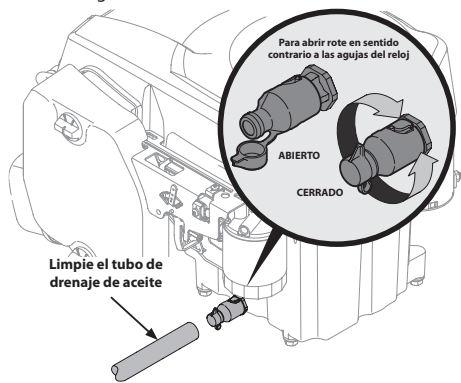

Figura 4-1
- Abra el tapón protector del extremo de la válvula de drenaje para visualizar el orificio de drenaje. Vea la Figura 4-1.